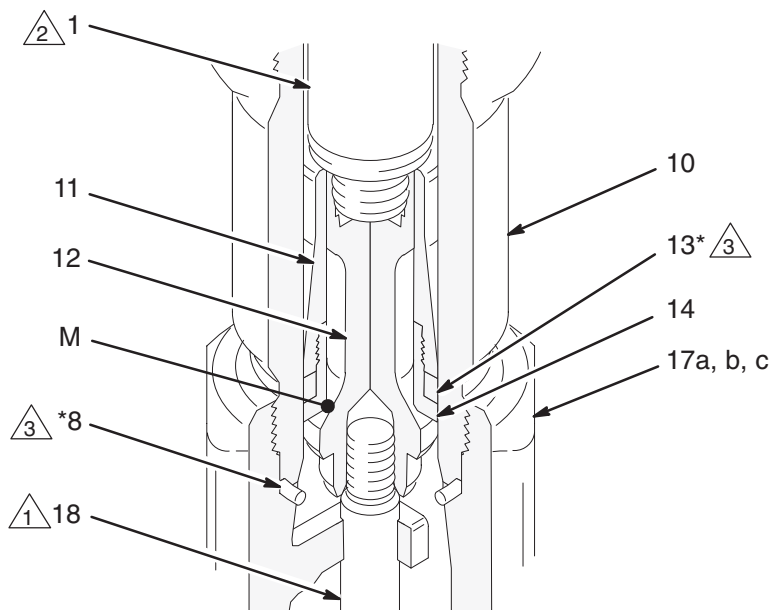

Fig. 12
9. Retirer le joint (8) du fond du cylindre (10). Voir Fig. 12. Exposer le cylindre à la lumière pour vérifier que sa surface interne ne présente aucune trace d'éraflure ou de détérioration. **Dévisser le cylindre du collecteur de sortie à l'aide d'une clé à tube uniquement si le cylindre est détérioré ou en cas de détection de fuite autour du joint à la partie supérieure du cylindre (8).** Oter le joint du cylindre supérieur.
10. Serrer les méplats de la tige de piston (1) dans un étau. Dévisser le piston (12) de la tige; la tige de piston d'amorçage (18) viendra avec. Faire coulisser le guide du piston (11) et le siège (14) pour les retirer du piston (12).
11. Il n'est pas nécessaire de retirer la tige du piston d'amorçage (18) du piston (12) sauf si l'examen révèle des détériorations sur l'une des pièces. Pour le démontage, serrer les méplats du piston dans un étau et dévisser la tige.
12. Serrer le guide de piston (11) dans un étau comme indiqué en Fig. 11. À l'aide d'une clé à molette, dévisser le siège du piston (14) du guide. Retirer le joint (13); toujours le remplacer par un nouveau joint. Vérifier que les surfaces de contact (M) du piston (12) et du siège du piston (14) ne portent aucune trace de détérioration ou d'usure. Voir la Fig. 12.